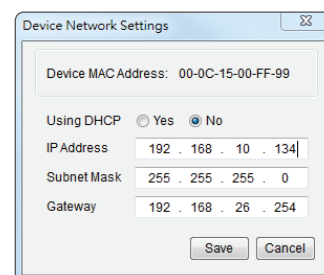

Figura 2. Janela de configuração da rede.
5. Pode modificar o endereço IP, Máscara de sub-rede e endereço do gateway para o endereço MAC do dispositivo listado no dispositivo Janela de configurações de rede, conforme exibido na Figura 2. Endereço IP por defeito é **192.168.20.177** e a máscara de sub-rede é **255.255.255.0**